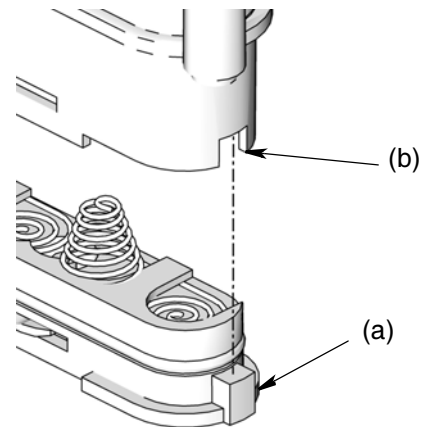

FIG. 38
4. Riposizionare il coperchio. Il coperchio è progettato per essere applicato al vano batteria solo in una direzione. La tacca (a) sul coperchio corrisponde alla fessura (b) nel vano. (FIG. 38).